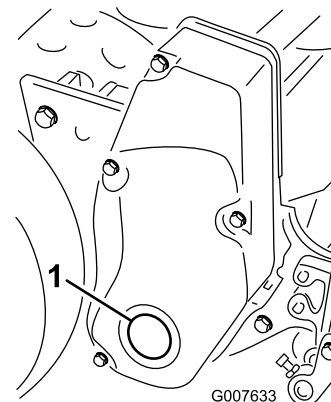

Figura 50
1. Staccate il tappo dal carter del comando del cilindro destro (Figura 50).